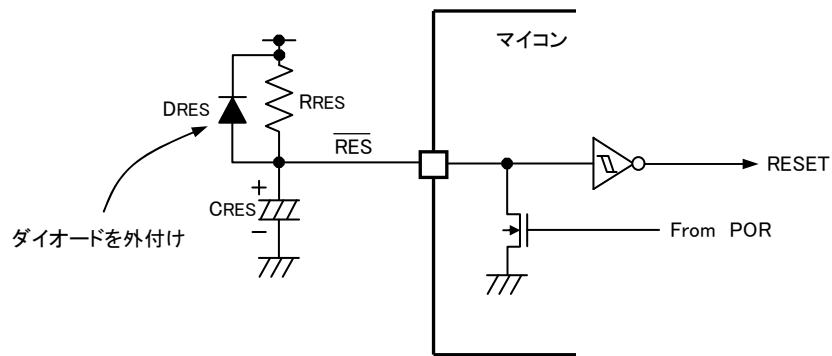

図4-7-8 外部PORのリセット回路構成例
②内蔵リセット回路を使用せず外付けにPOR回路を構成する時
4-7-7-①項と同様に内蔵リセット回路を使用しない場合でも電源投入時に内蔵PORが動作します。しかし、内蔵PORより長いリセット期間を設けたいために外部にもPOR回路を構成し、容量CRESを $0.1\mu\text{F}$ 以上にする場合には、必ず図4-7-8のようにダイオードDRESも外付けしてください。